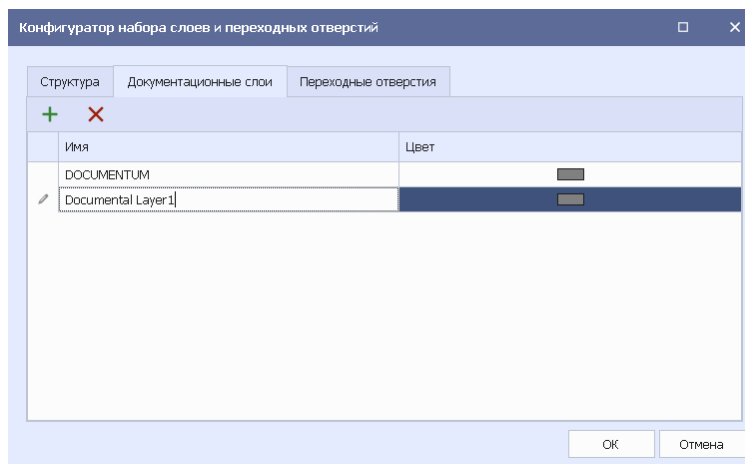

Рис. 24 Новый документационный слой
3. Новый документационный слой будет создан и добавлен в таблицу, см. Рис. 24.